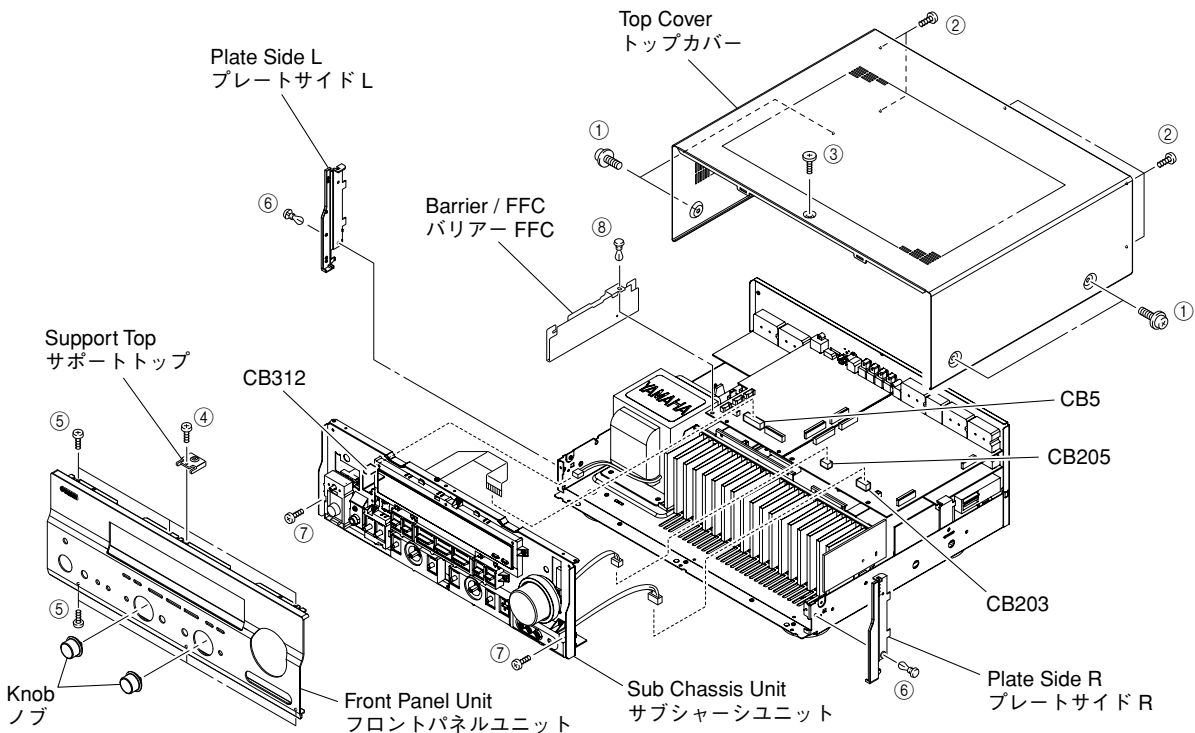

Fig. 1
- a. Remove 4 screws (①), 5 screws (②) and 1 screw (③). (Fig. 1)
- b. Slide the Top Cover rearward to remove it. (Fig. 1)
- a. ①のネジ4本、②のネジ5本、③のネジ1本を外します。(Fig. 1)
- b. トップカバーを後方へスライドさせ、取り外します。(Fig. 1)
- a. Remove 2 Knobs. (Fig. 1)
- b. Remove 1 screw (④) and then remove the Support Top. (Fig. 1)
- c. Remove 6 screws (⑤). (Fig. 1)
- d. Remove the Front Panel Unit. (Fig. 1)
- a. ノブを2個取り外します。(Fig. 1)
- b. ④のネジ1本を外し、サポートトップを取り外します。(Fig. 1)
- c. ⑤のネジ6本を外します。(Fig. 1)
- d. フロントパネルユニットを取り外します。(Fig. 1)
- a. Remove 2 push rivets (⑥). (Fig. 1)
- b. Remove the Plate Side L/R. (Fig. 1)
- a. ⑥のプッシュリベット2本を外します。(Fig. 1)
- b. プレートサイドL/Rを取り外します。(Fig. 1)
- a. Remove 2 screws (⑦) and then slide the Sub Chassis Unit forward. (Fig. 1)
- b. Remove a push rivet (⑧). (Fig. 1)
- c. Remove the Barrier/FFC. (Fig. 1)
- d. Remove CB5, CB203, CB205 and CB312. (Fig. 1)
- e. Remove the Sub Chassis Unit. (Fig. 1)
- a. ⑦のネジ2本を外し、サブシャーシユニットを前方に引き出します。(Fig. 1)
- b. ⑧のプッシュリベット1本を外します。(Fig. 1)
- c. バリアー/FFCを取り外します。(Fig. 1)
- d. CB5、CB203、CB205、CB312を外します。(Fig. 1)
- e. サブシャーシユニットを取り外します。(Fig. 1)